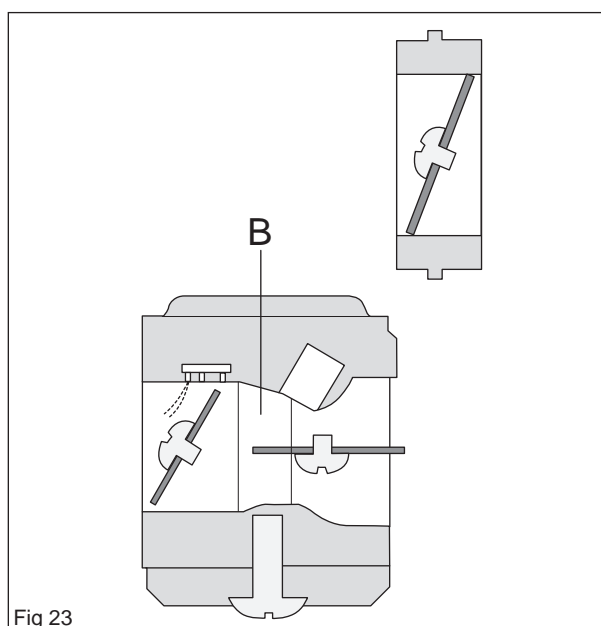

Fig 23
C'est dans l'unité de mélange (B) que se trouvent le starter, la soupape d'étranglement et le diffuseur. C'est ici que l'air et le carburant sont mélangés afin d'obtenir un mélange air-carburant pouvant être enflammé par l'étincelle (voir la figure 23).